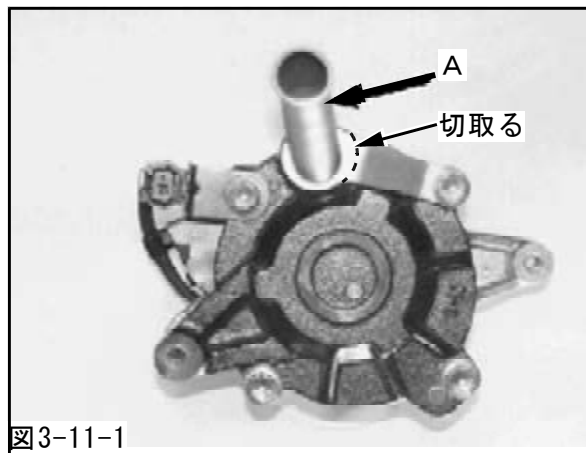

図3-11-1
(1) 図Aのパイプのステー部分を切取ってください。(図3-11-1)
(2) エアポンプINパイプをエアポンプに取付けてください。
(3) エアポンプOUTパイプをエンジンに取付けてください。
(4) 図のAのパイプ部にエアポンプパイプステータを取付けてください。(図3-11-1)